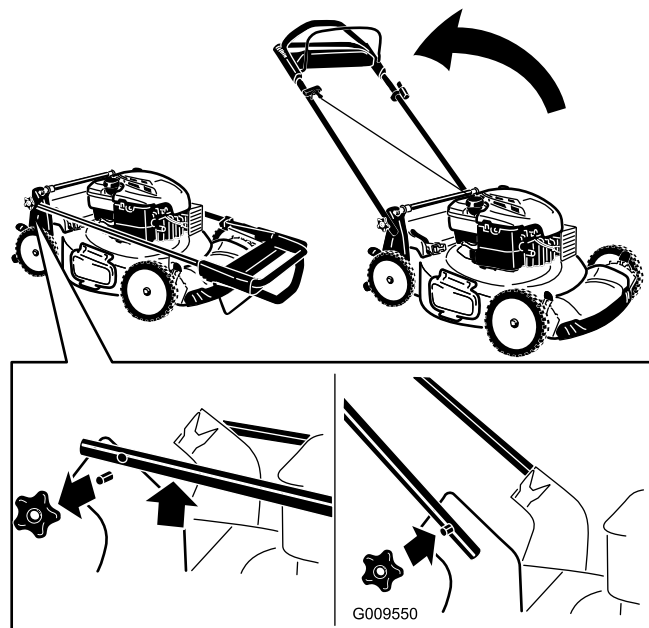

Figure 3
1. Retirez les boutons du guidon sur la machine (Figure 3).
3. Montez et serrez les boutons du guidon retirés à l'opération 1 (Figure 3).